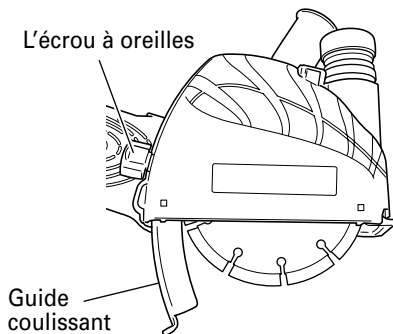

Fig. 3
8. **Réglage de la profondeur de coupe.** (Voir Fig. 3)